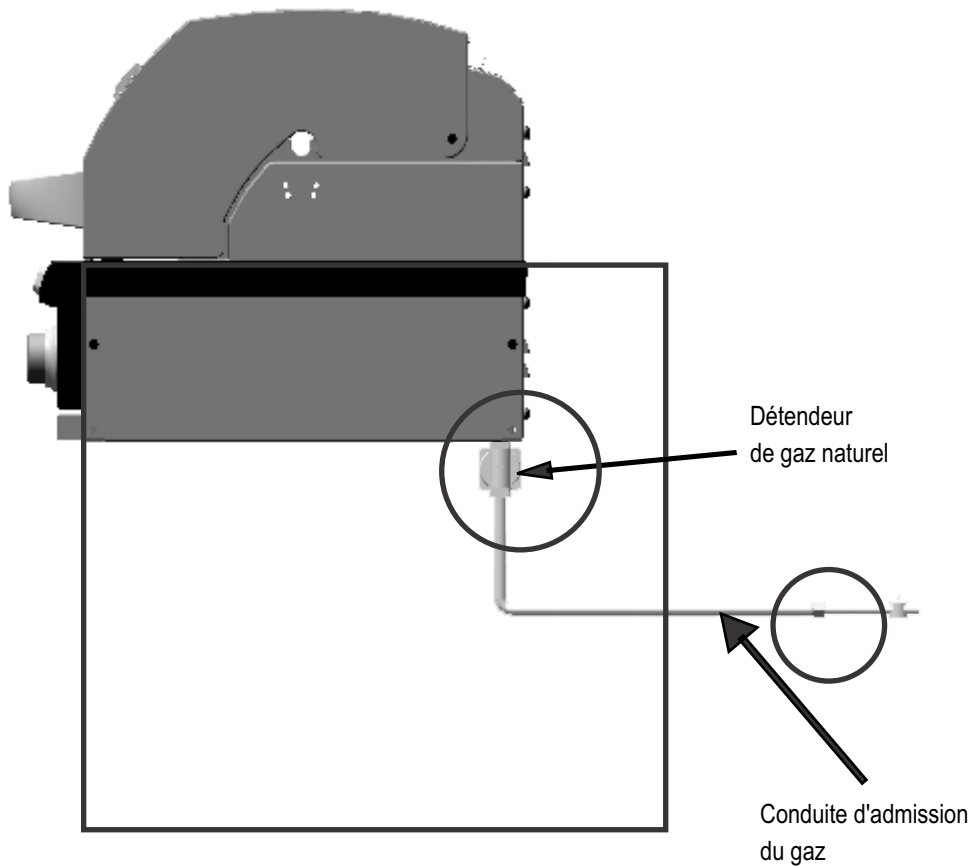

**Figure 8.
**REMARQUE : Il est recommandé qu'un robinet d'arrêt manuel soit installé à l'extérieur de l'enceinte du gril (voir la Figure 8).**